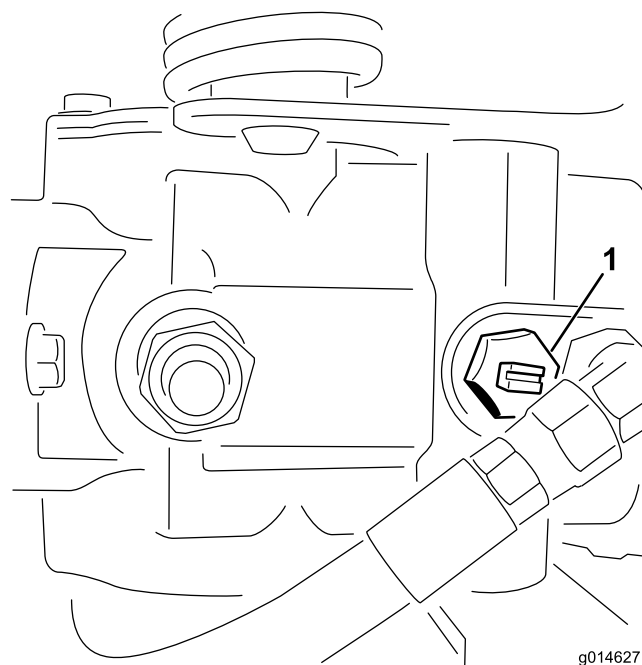

Figura 40
1. Localize a válvula de derivação na bomba e rode-a de forma a que a ranhura fique na vertical (Figura 40).
2. Antes de ligar o motor, feche a válvula de derivação rodando-a de forma a que a ranhura fique na horizontal (Figura 40). Não ligue o motor quando a válvula se encontrar aberta.